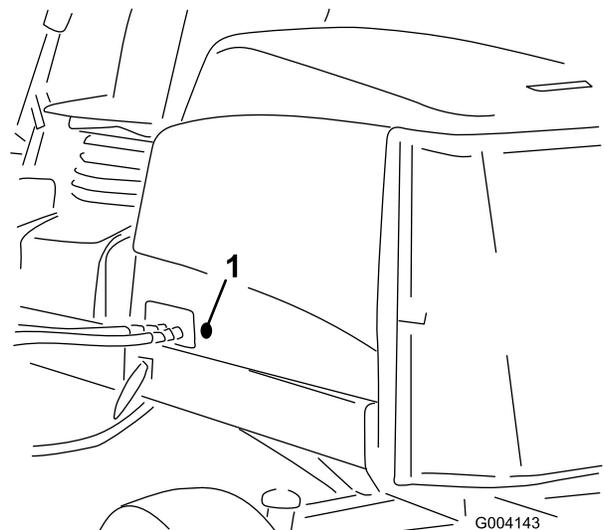

Рисунок 16
- Извлеките резиновую втулку из отверстия с левой стороны капота (Рисунок 16).